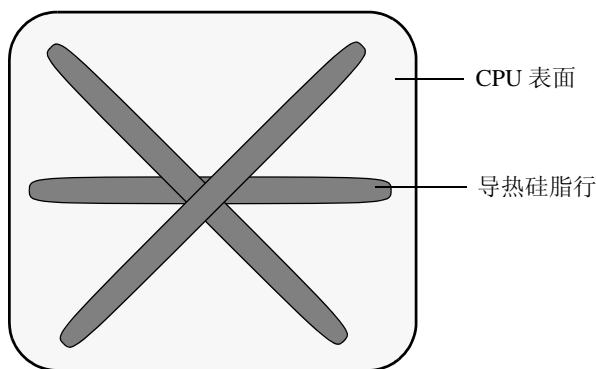

图 3-12 涂敷导热硅脂的方式
- g. 使用注射器，按图 3-12 所示的方式小心地将导热硅脂 (1 ml) 在 CPU 的顶面上涂敷三行。
注 – 随新 CPU 附送两个导热硅脂注射器，但每个 CPU 仅需使用其中一个注射器的导热硅脂。按图 3-12 所示的方式涂敷导热硅脂。